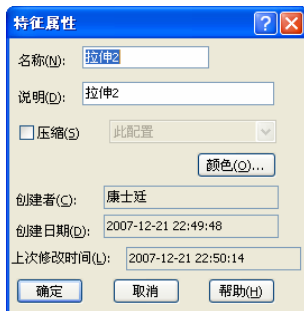

图 1-32 “特征属性”对话框
② 设置实体颜色。此时系统会弹出如图 1-32 所示的“特征属性”对话框。